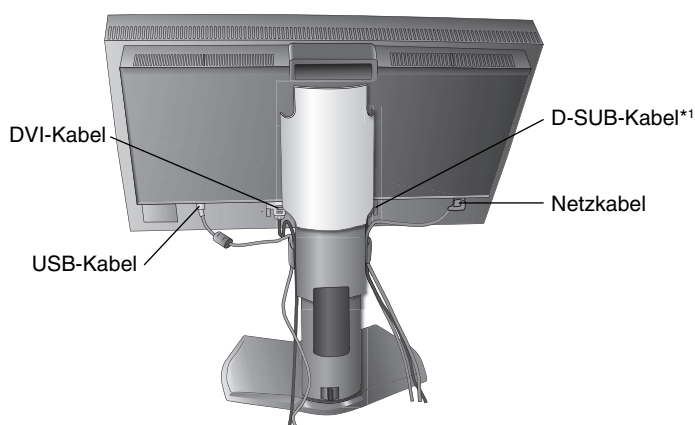
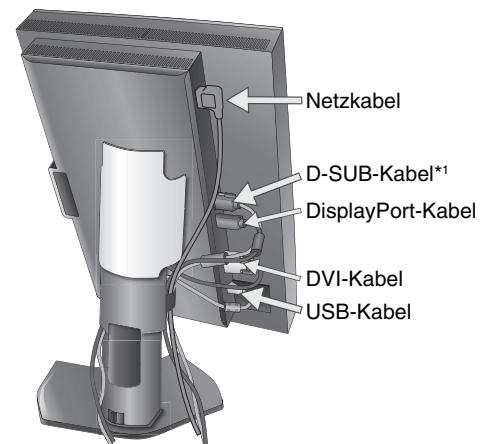

Abbildung C.2
Abbildung C.3
- Legen Sie die Kabel in die Kabelführung im Fuß, um ein Verdrehen der Kabel zu vermeiden. Führen Sie die Kabel sicher und gleichmäßig in die Halterungen ein (**Abbildung C.2** und **Abbildung C.3**).